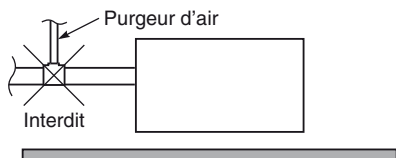

Fig.3-10
- Ne pas installer un purgeur d'air; il pourrait entraîner un jet d'eau de la sortie de tube de vidange. (Fig. 3-10)